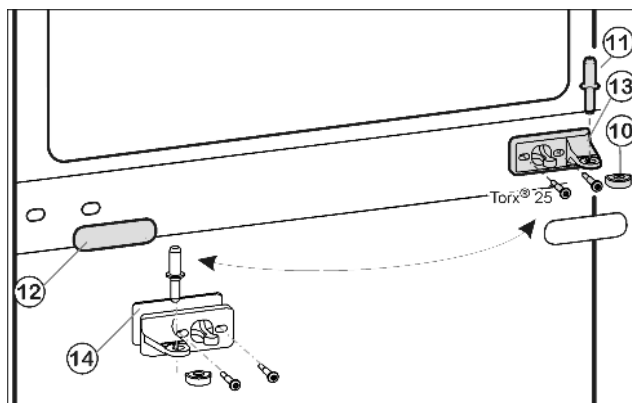
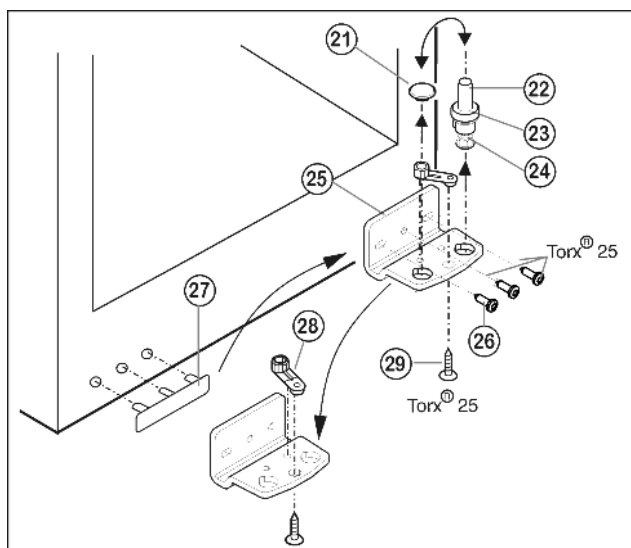

Fig. 9
Fig. 10
- ▶ Drag ur mittre lagerbult *Fig. 9 (11)* från lagerbocken och drag ut nedre dörren.
- ▶ Drag bort plastkåpan *Fig. 9 (10)*.
- ▶ Skruva bort mittre lagerbock *Fig. 9 (13)* (2 gånger Torx® 25).
- ▶ Drag försiktigt bort täckpanelen *Fig. 9 (12)*.
- ▶ Skruva fast mittre lagerbock *Fig. 9 (13)* med underlägg *Fig. 9 (14)* vriden 180° på den nya gångjärnssidan (**med 4 Nm**).
- ▶ Haka fast täckpanelen *Fig. 9 (12)* vriden 180° på den nya handtagssidan.
- ▶ Drag ur lagerbulten *Fig. 10 (22)* komplett med platta *Fig. 10 (23)* och justeringsfot *Fig. 10 (24)* uppåt.
- ▶ Lyft ur pluggar *Fig. 10 (21)*.
- ▶ Skruva bort lagerbocken *Fig. 10 (25)* *Fig. 10 (26)*.
- ▶ Skruva bort lagerdelen *Fig. 10 (28)* *Fig. 10 (29)* och flytta den till lagerbockens motsatta monteringshål, skruva fast.
- ▶ Lyft försiktigt bort täckbrickan på handtagssidan *Fig. 10 (27)* och flytta den till motsatta sidan.
- ▶ Skruva fast lagerbocken *Fig. 10 (25)* på den nya gångjärnssidan, eventuellt med hjälp av en skruvdragare (**med 4 Nm**).
- ▶ Sätt i pluggen *Fig. 10 (21)* i det andra hålet.
- ▶ Sätt tillbaka lagerbulten *Fig. 10 (22)* komplett, med platta och justeringsfot. Kontrollera därvid att skåran pekar bakåt.
- ▶ Sätt på nedre dörr uppifrån på nedre lagerbult *Fig. 10 (22)*.
- ▶ Sätt på plastkåpan *Fig. 9 (10)* på mittre lagerbock *Fig. 9 (13)* igen.
- ▶ Sätt i mittre lagerbult *Fig. 9 (11)* på den nya gångjärnssidan genom mittre lagerbock *Fig. 9 (13)* i den nedre dörren.
- ▶ Sätt övre dörr på mittre lagerbult *Fig. 9 (11)*.
- ▶ Rikta eventuellt in dörrarna i förhållande till skåpet med de två avlånga hålen i nedre lagerbock *Fig. 10 (25)* och mittre lagerbock *Fig. 9 (13)*. Skruva därvid ur mittre skruven på nedre lagerbock *Fig. 10 (25)*.